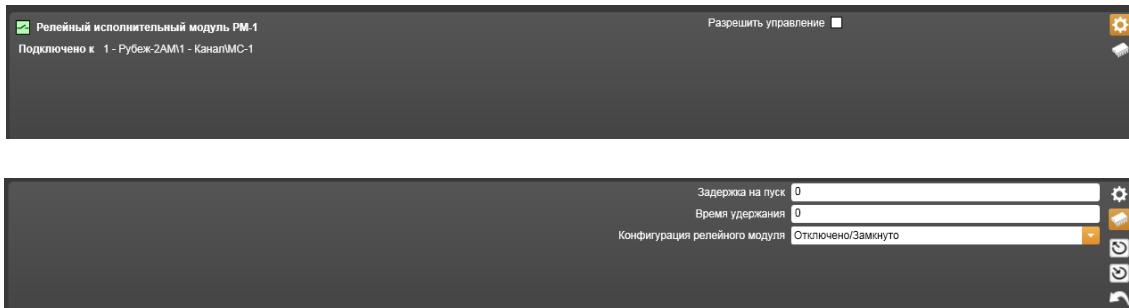

Рисунок 14.3.48 – Свойства Релейного исполнительного модуля РМ-1
## 9) Релейный исполнительный модуль РМ-1 (Рисунок 14.3.48).
- – **Параметры по умолчанию** – значок, при щелчке на котором происходит считывание параметров из памяти компьютера в таблицу параметров текущей закладки (Нижний рисунок 14.3.48).